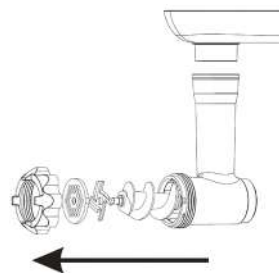

Рис.15
8.2.2 Выньте внутренние части загрузочной горловины, как указано на рис. 15.